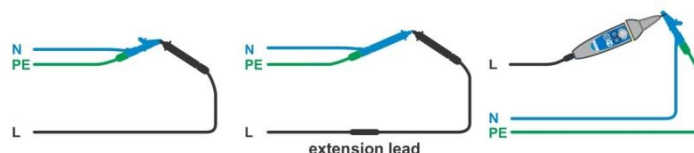

Figura 7.20: Puntas de prueba en cortocircuito
- Conecte la punta de prueba al dispositivo y cortocircuite las puntas una con la otra (vea la **Figura 7.20**).